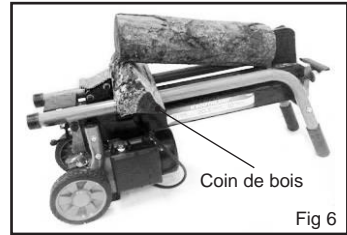

Fig 6
2. Après le retrait complet du vérin, insérez un coin de bois sous la bûche (Fig 6).